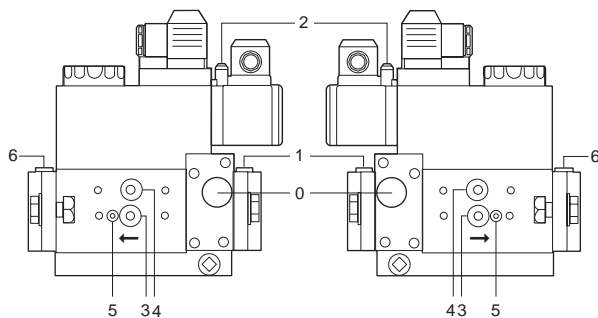
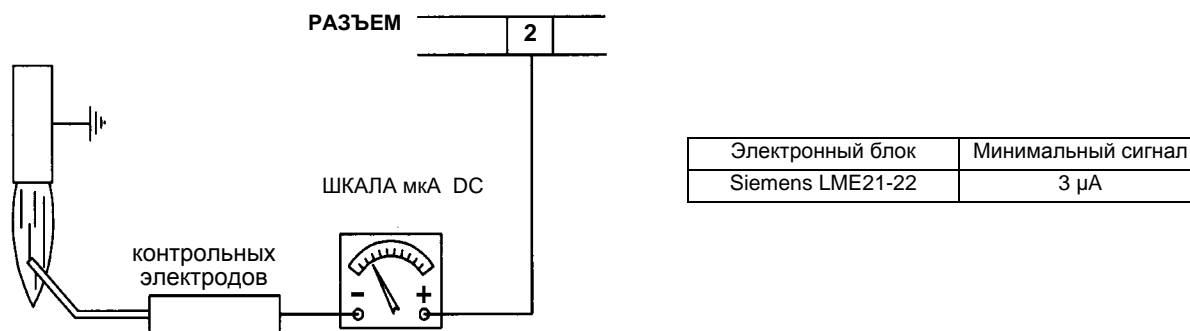

Рис. 23
Рис. 36
- Почистить фильтры газовых клапанов. (см. Рис. 23 и последующие).
- Проверить запальный и контрольный электроды, почистить, подрегулировать и, при необходимости, заменить (см. Рис. 23). В случае возникновения сомнений, проверить систему контроля после запуска горелки, следуя схемам на Рис. 36).
В случае блокировки горелки, необходимо провести следующие проверки. Чтобы измерить сигнал детектирования, следуйте схеме на Рис. 36. Если сигнал ниже указанного значения, проверьте положение контрольного электрода, электрические контакты и, при необходимости, замените контрольный электрод.